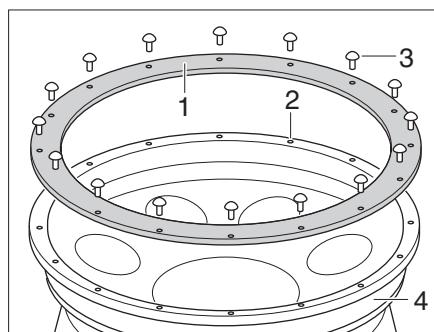

Fig. 405 Aro protector contra roces de llanta
- Aplique el fijador de tornillos Loctite® 222 en el orificio central (Fig. 405,2).
- Monte el aro protector contra roces de llanta (Fig. 405,1) con los tornillos (Fig. 405,3) en la llanta (Fig. 405,4).
- Apriete los tornillos (Fig. 405,3) con un par de apriete de 2-3 Nm.